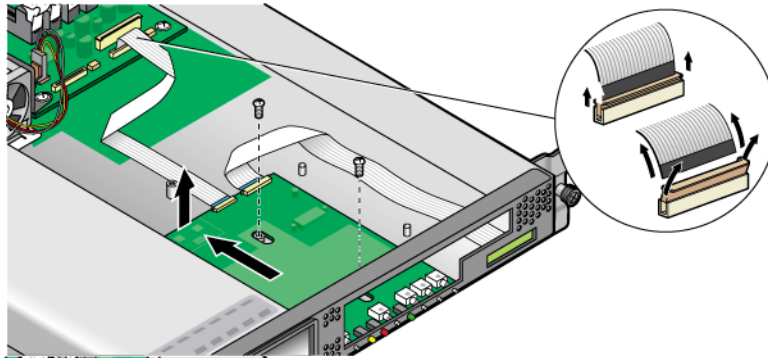

图 3-17 断开操作员面板的电缆连接，然后将其拆除
4. 拔下将操作员面板连接至主板的带状电缆（请参见图 3-17）。
5. 拆除将操作员面板安装至底盘的两颗螺钉和垫片（请参见图 3-17）。